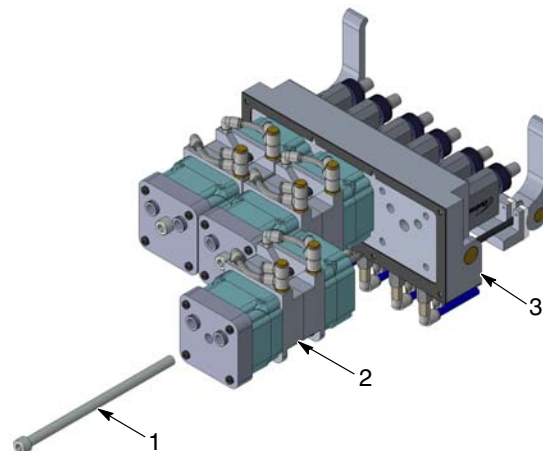

Figura 2 Extracción del bloque de sifón del distribuidor
1. Ver la figura 2. Desenroscar el tornillo de cabeza hueca (1) para extraer el bloque de sifón (2) del distribuidor de bomba (3). Sostener el tornillo de cabeza hueca para su remontaje.
- Ver la figura 2. Utilizando una llave Allen de 8 mm, insertar el tornillo de cabeza hueca (1) en la parte inferior del conjunto de bloque de sifón (2) para fijarlo al distribuidor de bomba (3).